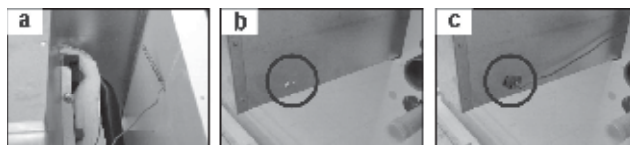

Рис. 8
4. После смонтирования прерывателя тяги необходимо установить датчик (капилляру) термостата продуктов сгорания, который размещен внутри котла, около прерывателя тяги. Датчик установите в отверстие в задней части прерывателя тяги и закрепите с помощью зажима и саморезующего винта (рис. 8). Вышеприведенный соединительный материал является частью поставки котла.